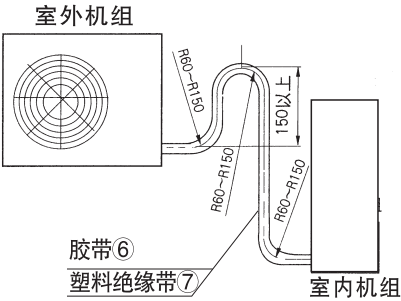

图7
- 注：(1) 本机组允许连接管最大长度为15米。机组所配连接管②、③长度为5米，若要加长，推荐从第5米开始每加长1米连接管追加制冷剂30克。
- (2) 安装时如必须加长连接管，请按表(1)要求连接。
- (3) 室内、外机高度差必须小于5米。
- (4) 当室外机比室内机高时，必须将铜管弯制“回油弯”如图7。